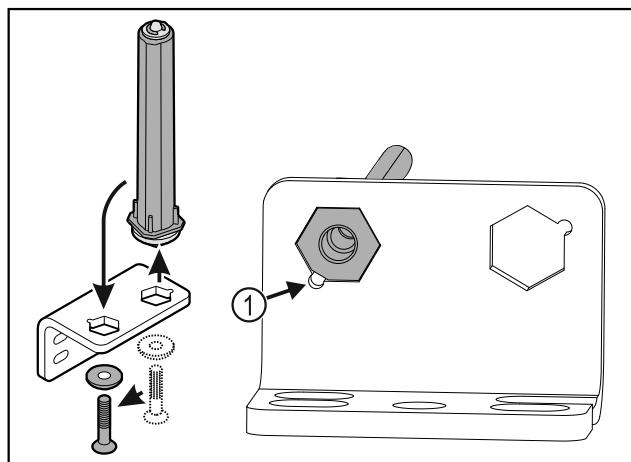

Fig. 36
- ▶ Dbajte na to, aby pri nasadzovaní ukazoval úkos čapu Fig. 36 (1) k okrúhlemu otvoru.